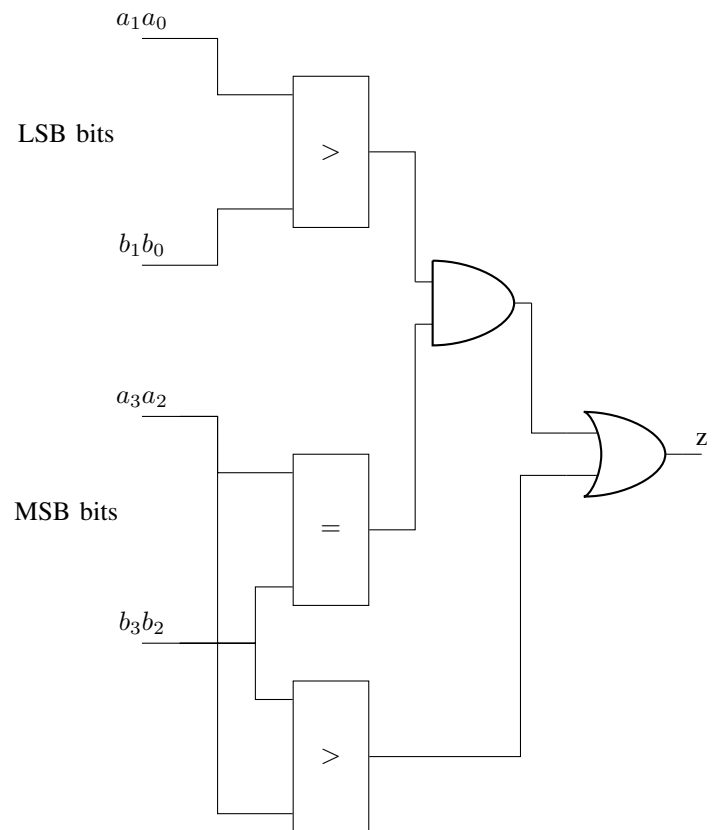

Figura 13. Diagrama de blocos do *greater-than* de 4 bits implementado utilizando 2 *greater-than* de 2 bits e 1 *comparador* de 2 bits.
d) O diagrama do diagrama de blocos do comparador *greater-than* de 4 bits pode ser visualizada na Figura 13.